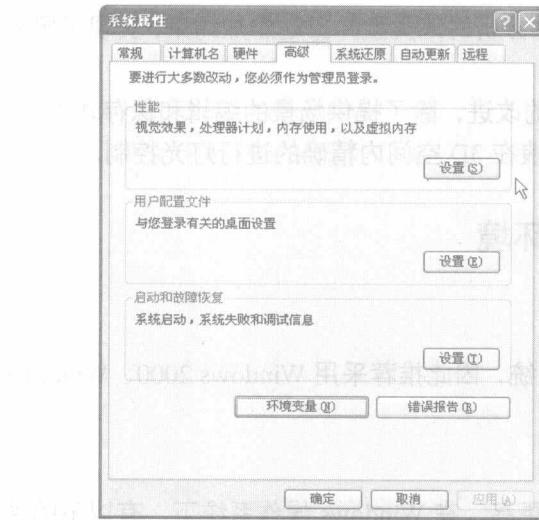

图 1-1 修改系统属性
(1) 选择【我的电脑】→【控制面板】→【系统】→【高级】命令，打开“系统属性”对话框，如图 1-1 所示。